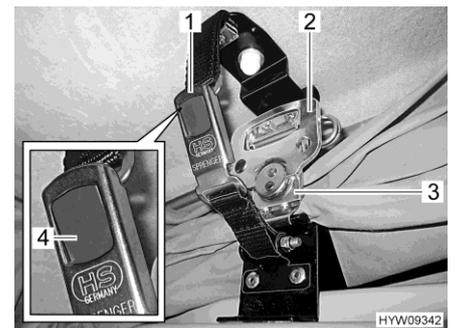

Bild 55 Verriegelung
- Auf beiden Seiten das Schnellspannschloss (Bild 55,3) nach unten ziehen und in Halteplatte einhängen.
- Jeweils Griff (Bild 55,2) am Schnellspannschloss ausklappen und eine halbe Umdrehung im Uhrzeigersinn drehen.
- Jeweils die beiden Teile des Schnappschlusses (Bild 55,1) zusammenstecken. Der graue Druckknopf (Bild 55,4) rastet ein.